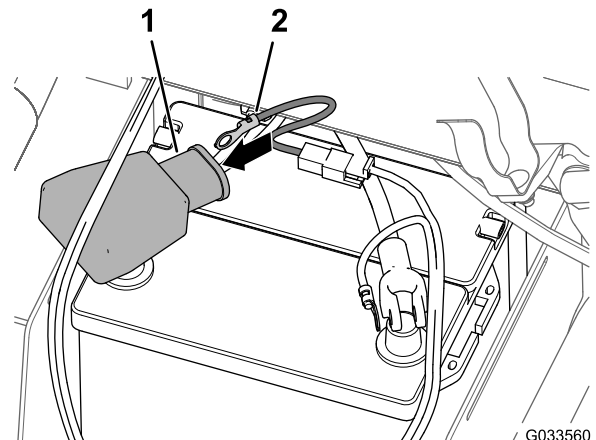

Bild 29
4. Fluchten Sie den Kabelschuh des durch die Schmelzsicherung geschützten Verbindungsteils (Kabelbaum des Sprühfahrzeugs) durch die breite Batterieabdeckung aus, wie in Bild 29 abgebildet.